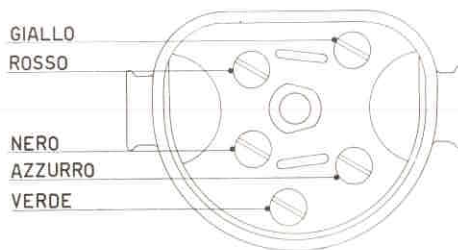

Fig. 3/A
- b) As regards the **Vespa Rally 200** the connections of the circuits from flywheel are carried out on the electronic control box and on the L. T. socket: therefore it is necessary that when connect the disconnected cables for checking, the some are correctly connected (see fig. 3 A and 4 A).
- b) Para la **Vespa Rally 200** las conexiones de los circuitos del volante son efectuadas sobre el conmutador electrónico y sobre la toma de B. T. por lo tanto es necesario al reconectar los cables, eventualmente desconectados por controles, enlazarlos correctamente (ver fig. 3 A y 4 A).